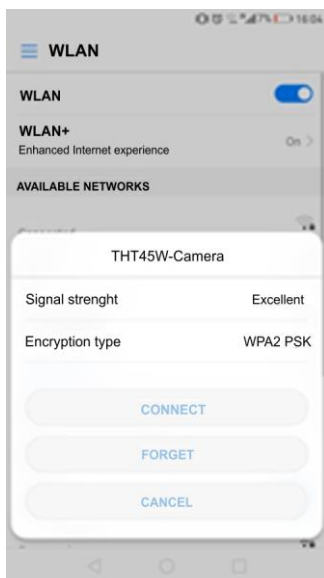

Fig. 40: Exemple de connexion WiFi de l'instrument
2. Allumer l'appareil mobile et exécuter la recherche de l'instrument « THT45W-Camera » dans les paramètres de connexion WiFi (voir exemple de Fig. 40)